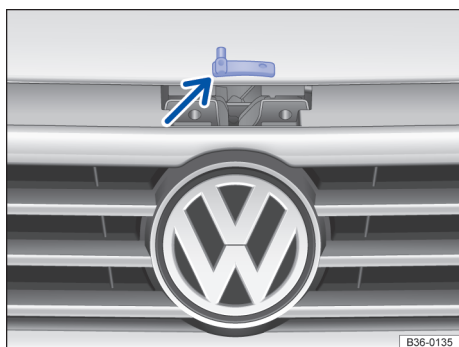

Fig. 239 Acima da grade do radiador: alavanca de abertura da tampa de compartimento do motor
- Levantar a tampa do compartimento do motor pela alavanca de abertura (seta) e abrir totalmente → Fig. 239. A tampa do compartimento do motor é suportada pelo amortecedor a gás.